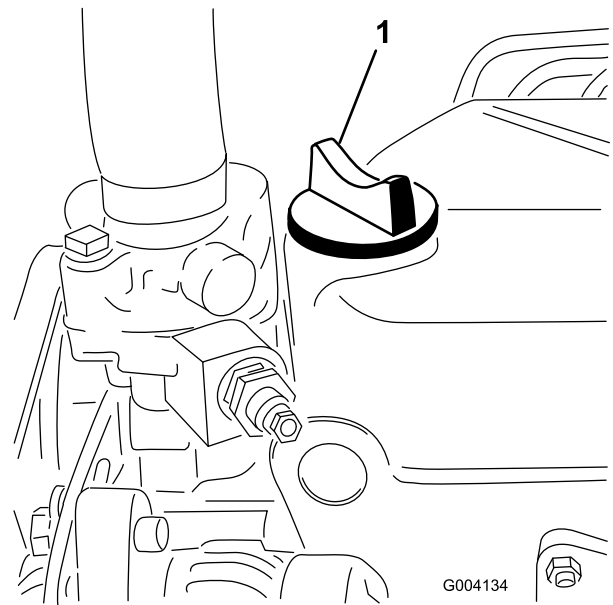

Figura 31
5. Se il livello dell'olio non raggiunge il segno di PIENO, togliete il tappo di riempimento (Figura 31) e rabboccate con olio fino a portarlo al segno FULL sull'asta di livello.